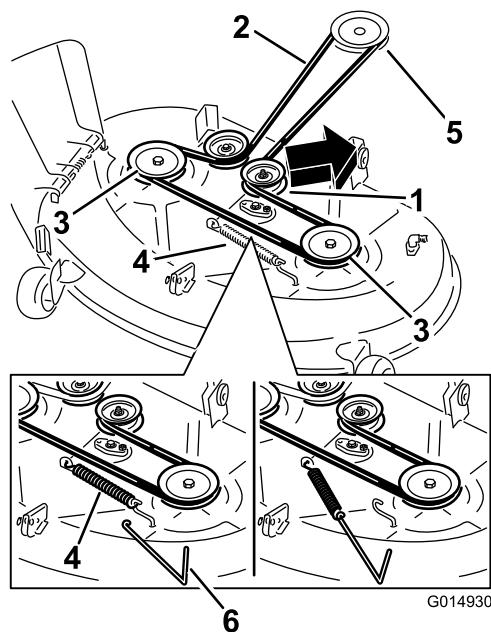
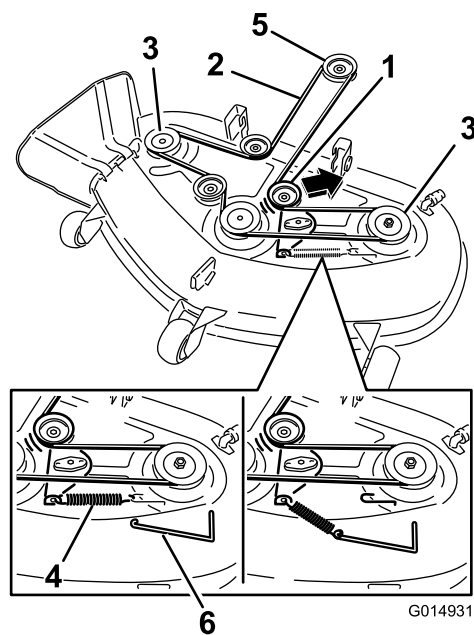

Figure 69
Figure 70
5. À l'aide d'un outil de dépose de ressort (réf. Toro 92-5771), décrochez le ressort du crochet sur le plateau pour détendre la poulie de tension et déchaussez la courroie des poulies (Figure 69 et Figure 70).
6. Acheminez la courroie neuve autour des poulies du moteur et du plateau de coupe (Figure 70).
7. À l'aide d'un outil de dépose de ressort (réf. Toro 92-5771), accrochez le ressort à l'ergot sur le plateau pour tendre la poulie de tension et la courroie de plateau de coupe (Figure 69 et Figure 70).